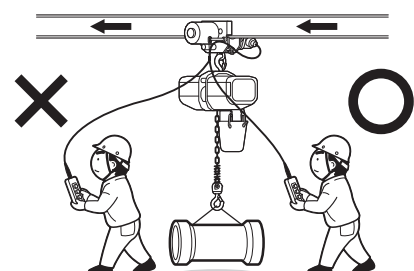

図44
- (14) トロリ付きで使用する場合、荷が操作者の前になるようにしてください。(図44)
- (15) インチング操作(寸動・連動操作)は、頻繁に行わないでください。
- (16) 2速形(FB)をご使用のお客様は、低速・高速の頻繁な切り替え操作はしないでください。
- (17) 押ボタンコードを放すときはコードが揺れないようにしてください。
- (18) 無負荷側のロードチェーンに荷を掛けないでください。
- (19) 当社純正部品以外は絶対に使用しないでください。
- (20) 本体を逆さづりにして使用しないでください。
- (21) 過負荷防止機能(トルコン機能)を調整・改造・分解はしないでください。
- (22) 過負荷防止機能に不都合等がある場合は、新品と取り替えてください。
- (23) 過負荷防止機能が作動した場合、巻上げ作業を直ちに中止し荷を降ろしてください。